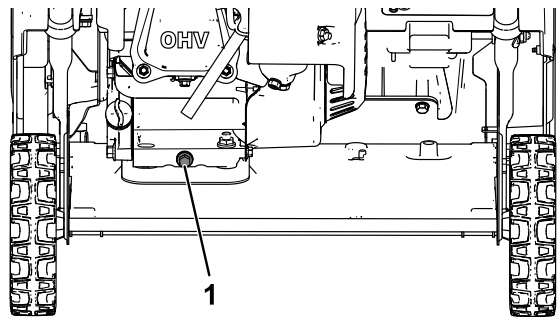

Figure 25
3. Placez un bac de vidange sous le bouchon de vidange et retirez le bouchon; basculez la machine en arrière et vidangez l'huile usagée dans le bac de vidange (Figure 25).